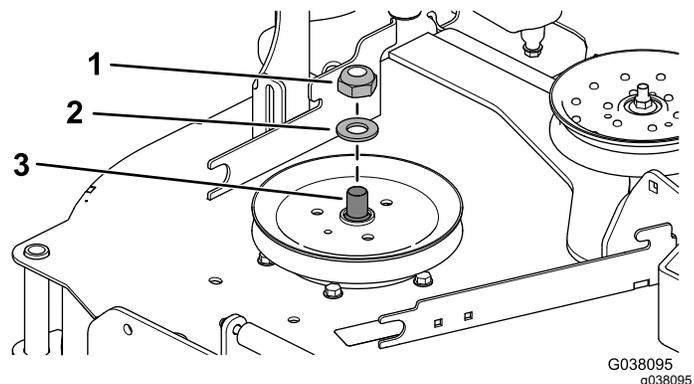

Figura 29
3. Utilice una llave de 1½" para sujetar el eje mientras retira la contratuerca (¾") y la arandela del eje de la cuchilla (Figura 29).